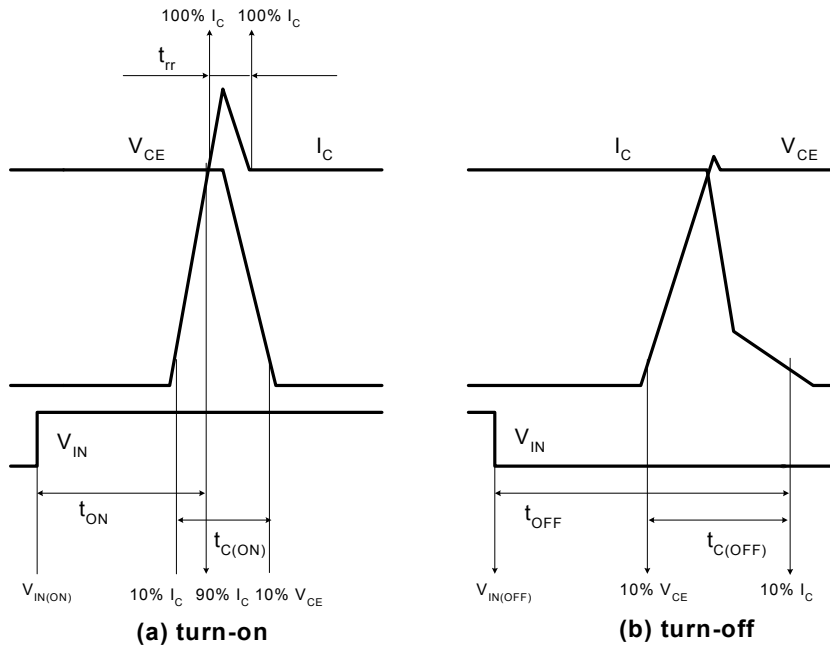

图 4. 开关时间的定义
3.  $t_{ON}$  和  $t_{OFF}$  包括模块内部驱动 IC 的传输延迟时间。  $t_{C(ON)}$  和  $t_{C(OFF)}$  指在内部给定的栅极驱动条件下, IGBT 本身的开关时间。详细信息, 请参见图 4。